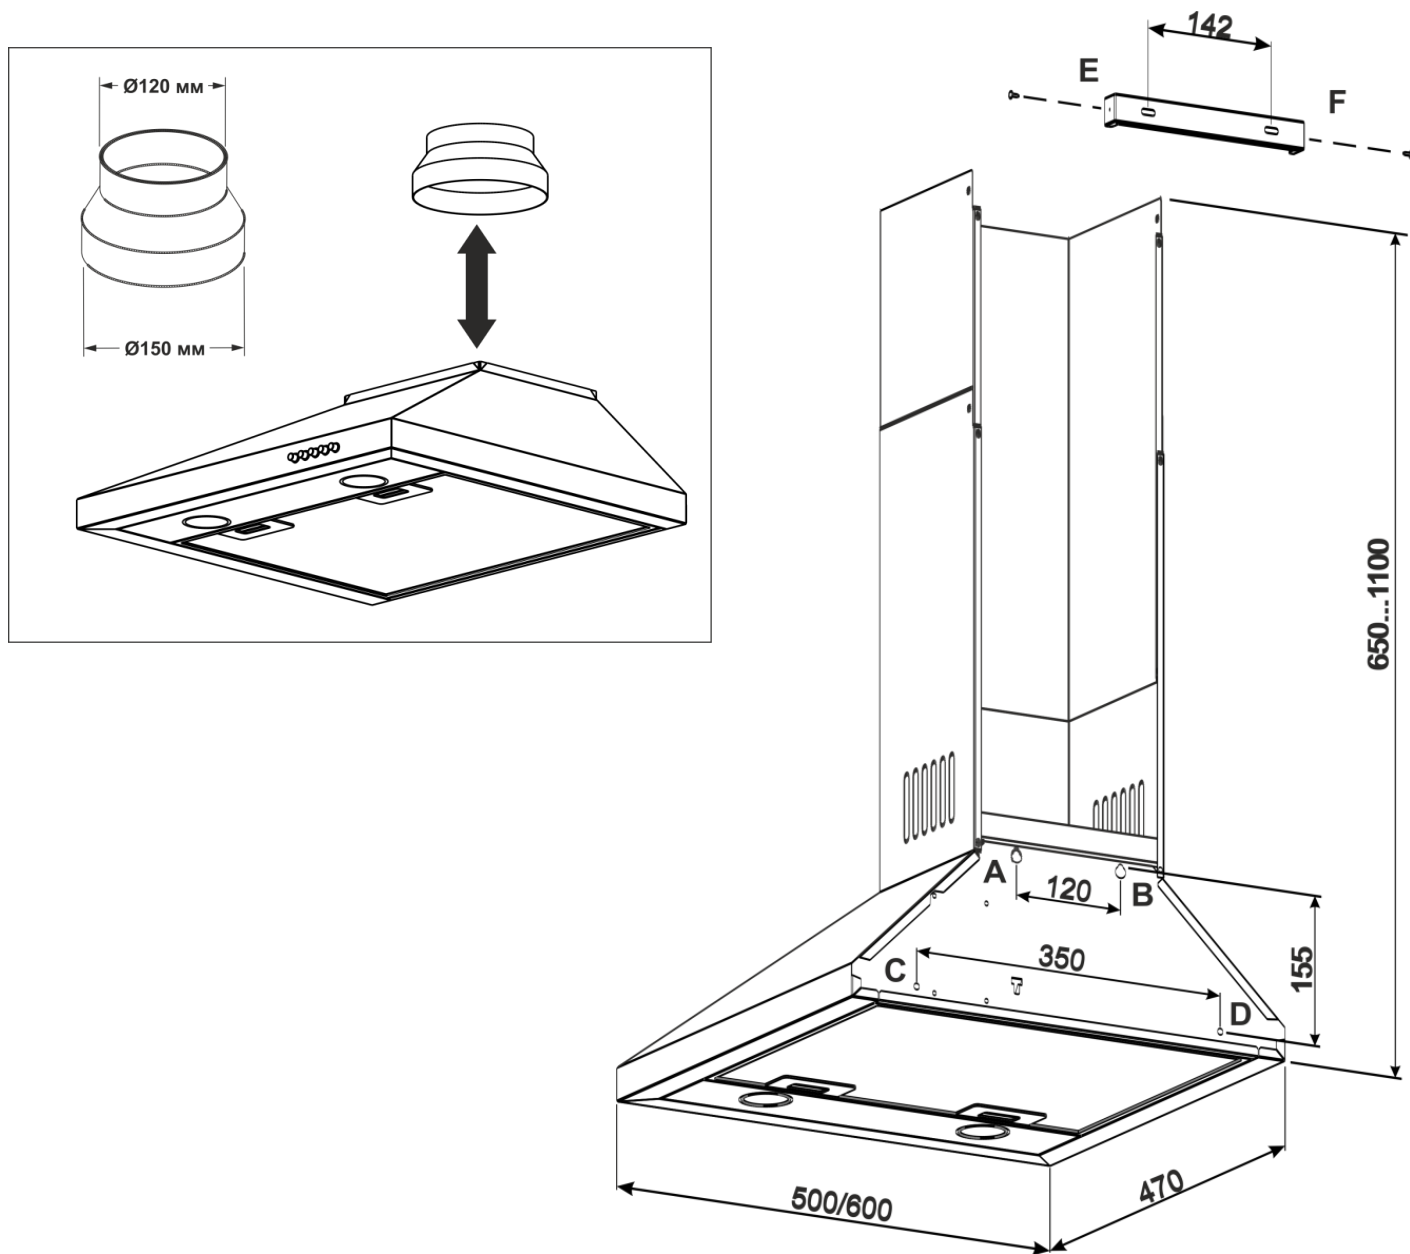

Рис.4
6.4 Проведіть розмітку кріпильних отворів корпусу на стіні кухні. Для цього виготовте паперовий шаблон з координатами 4-х отворів на задній стінці корпусу (точки А, В, С, D див схема монтажу); прикладіть шаблон до стіни на необхідній висоті, що вказана вище, і вирівняйте його по рівню. (рис.4).
6.10 Установіть телескопічний коминак на корпусі витяжки. Підніміть верхню панель коминка з планкою під стелю, щоб він закривав повітровід вентиляції, і розмітьте по пазам планки 2 отвори під кріплення (т. Е, F) (рис.4).
6.14 Установіть зовнішню панель коминка в пази на корпусі витяжки, а внутрішню – підніміть вгору до суміщення отворів кріплення з планкою і з'єднайте їх з боків 2-ма шурупами **ПКГ 2,9x9,5** (**рис.4**).